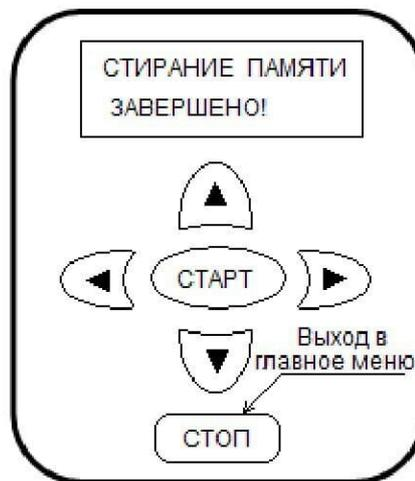

Рис. 30.
- после завершения стирания на экране появится надпись ЗАВЕРШЕНО! На дисплее появится надпись, приведенная на рис. 30.